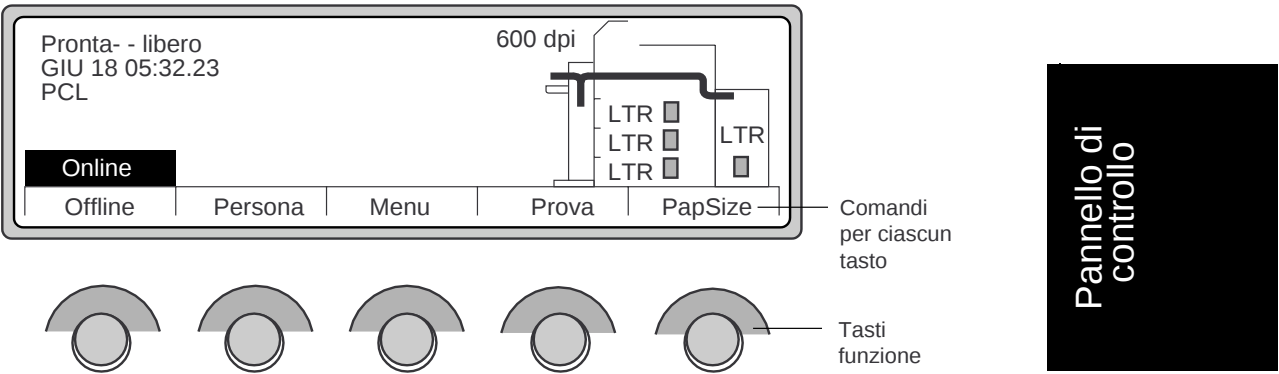

Figura 2-6 Tasti funzione dello schermo principale
- I tasti funzione si trovano sotto al pannello LCD. Questi cinque tasti eseguono funzioni diverse durante il funzionamento della stampante, come quando la stampante sta stampando oppure mentre si stanno cambiando le impostazioni. La Figura 2-6 mostra questi tasti funzione.
- Il pannello a cristalli liquidi (LCD) visualizza lo stato della stampante e le informazioni operative. La Figura 2-6 mostra lo schermo di menu di base, definito schermo principale. I messaggi visualizzati sullo schermo principale hanno le seguenti funzioni: